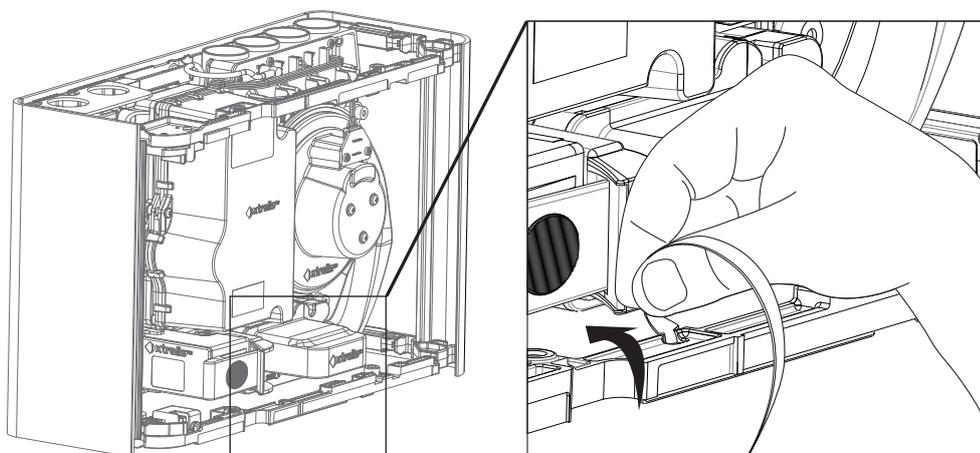
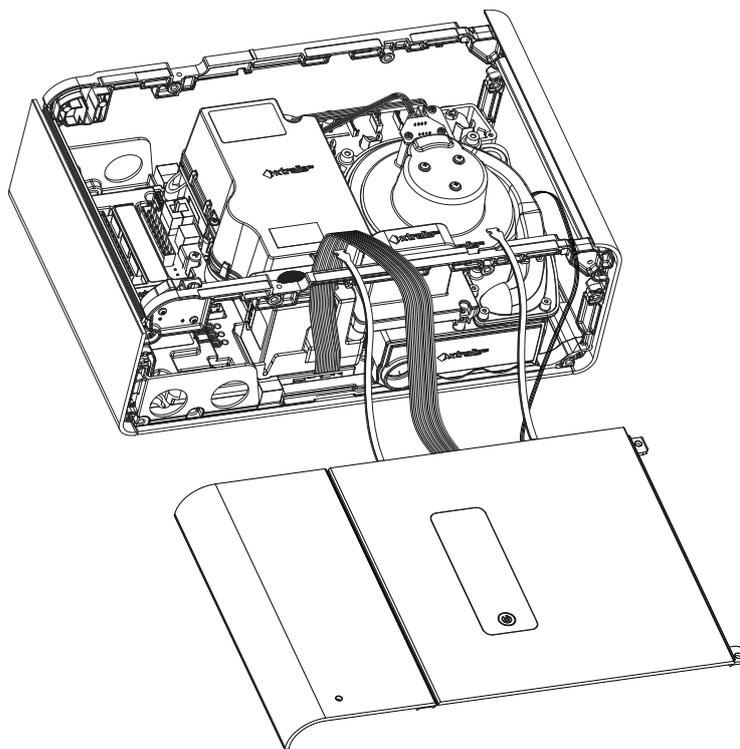

Figura 4-7: Separación de las sujeciones
Figura 4-8: Detector con las sujeciones retiradas
4. Desprenda las sujeciones Figura 4-7 y Figura 4-8. (Puede dejar conectados los cables que van del detector a la placa protectora).